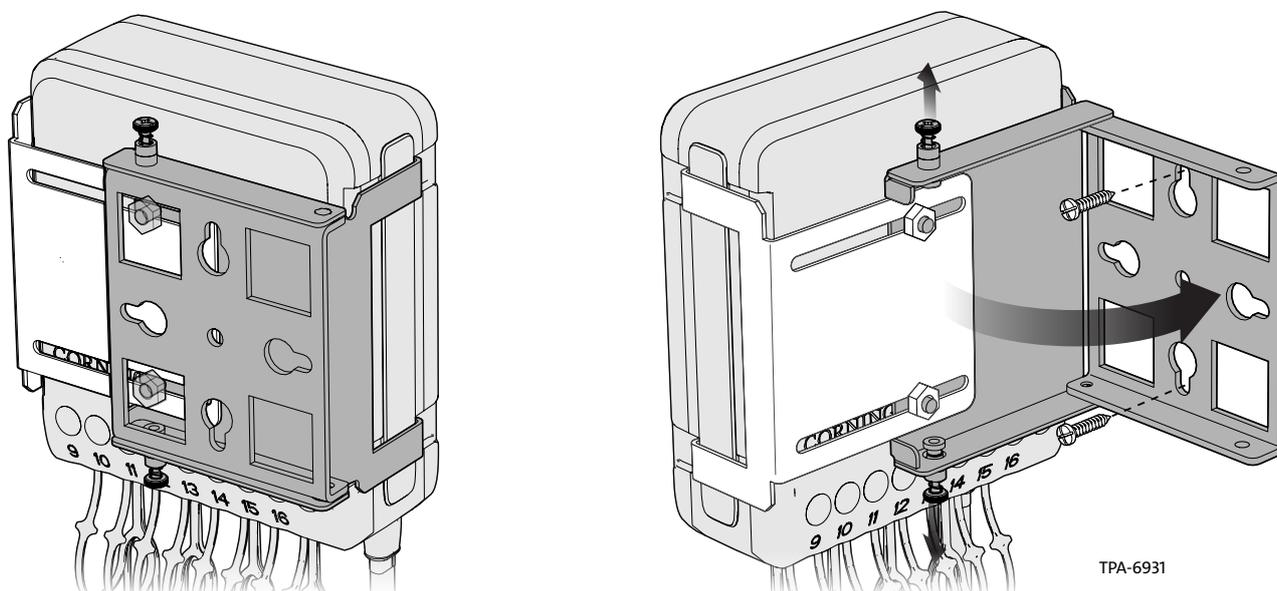

Figure 11
Étape 2 : attacher les deux parties ensemble avec les écrous 10/32 fournis. Attacher le support au mur ou au poteau avec les deux vis dans les deux trous du haut et du bas du terminal (Figure 11).